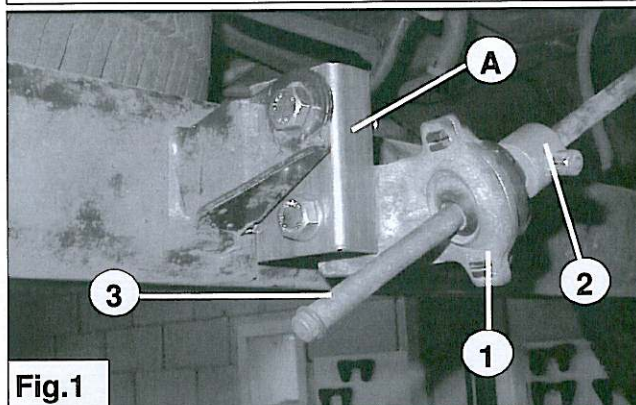

Fig.1
3. Montez la gaine fournie A, conformément à l'illustration sur la fig. 1. au moyen des boulons et des écrous joints.
3. Monte la funda según A se indica en la fig. 1, utilizando los pernos y tuercas incluidas en el paquete.